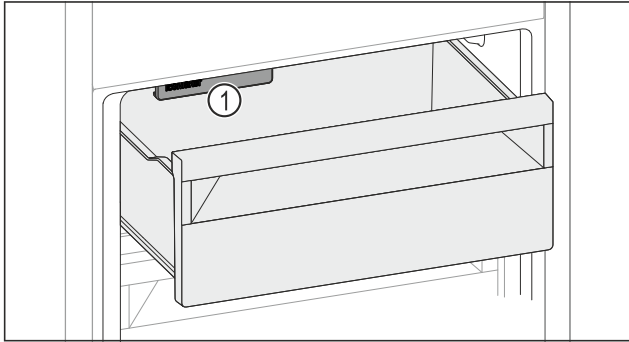

Fig. 63
- Colocar los alimentos en el cajón. Si coloca los alimentos en el lado izquierdo del cajón: tener en cuenta el IceMaker Fig. 63 (1).